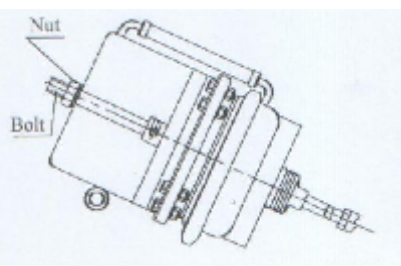

Fig. 3-6b Câmara de ar do freio
- c. Inserir o parafuso na câmara de ar de freio da sua extremidade e chaviar (ver fig. 3-6b)